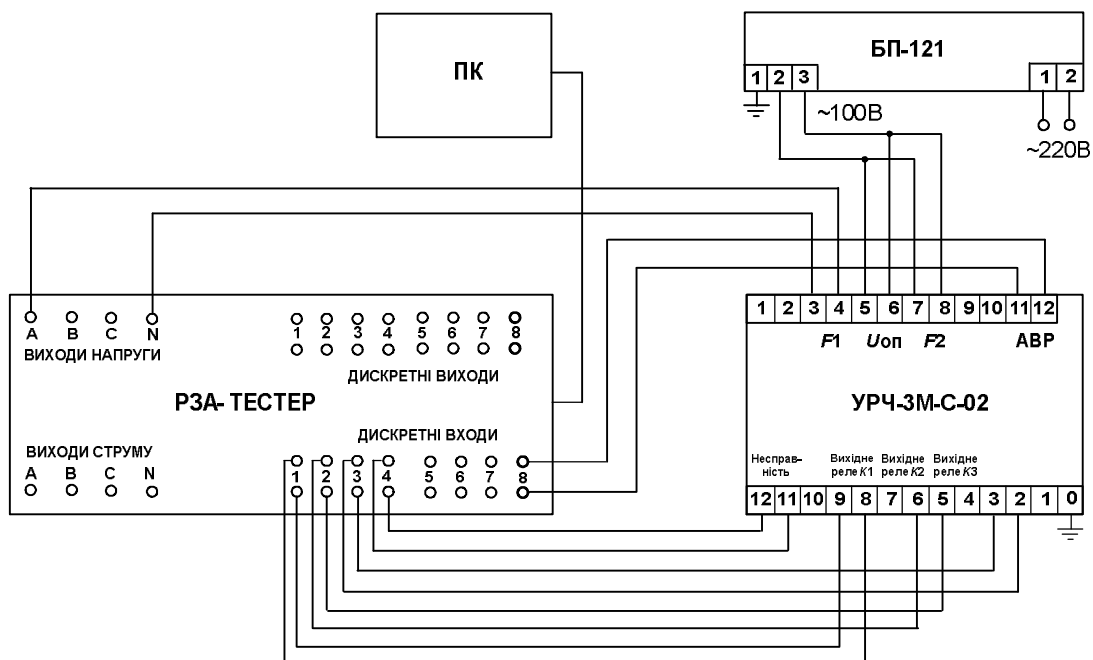

Рис. 8.3. Схема перевірки пристрою УРЧ-3М-С-02
Для перевірки реле частоти (далі "РЕЛЕ") зібрати схему (рис. 8.3).
3. Від пристрою БП-121 подати на вхід "F2" "РЕЛЕ" напругу 100 В частотою 50 Гц, а на вхід реле "F1" від "ПРИСТРОЮ" подати напругу 100 ± 20 В частотою $(50 \pm 0,5)$ Гц згідно схеми рис. 8.3.